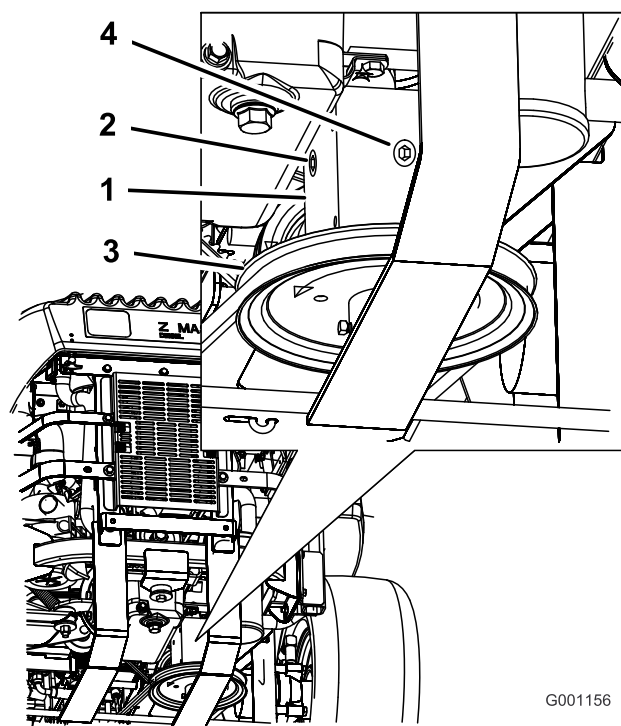

Figura 53
- Togliere il tappo laterale o posteriore degli ingranaggi (Figura 53).